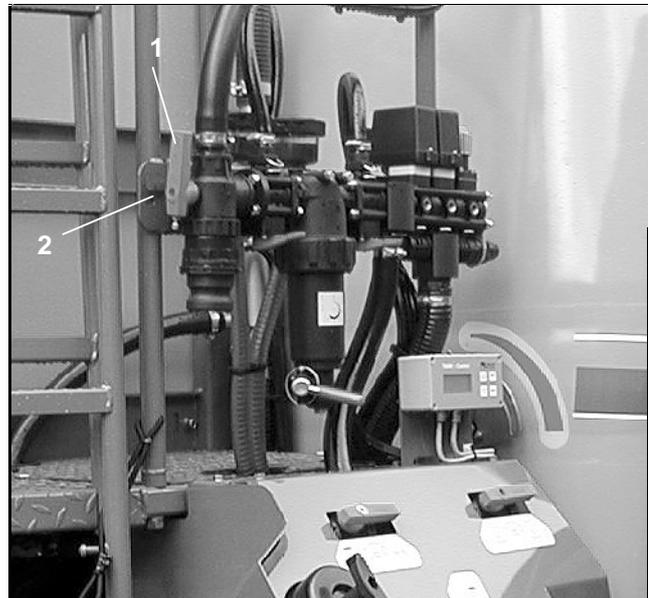

Fig. 7.24
- Empujar hacia atrás la chapa de seguridad (Fig. 7.24/1), girar hacia abajo el grifo de conmutación (Fig. 7.24/2) y drenar el líquido residual.